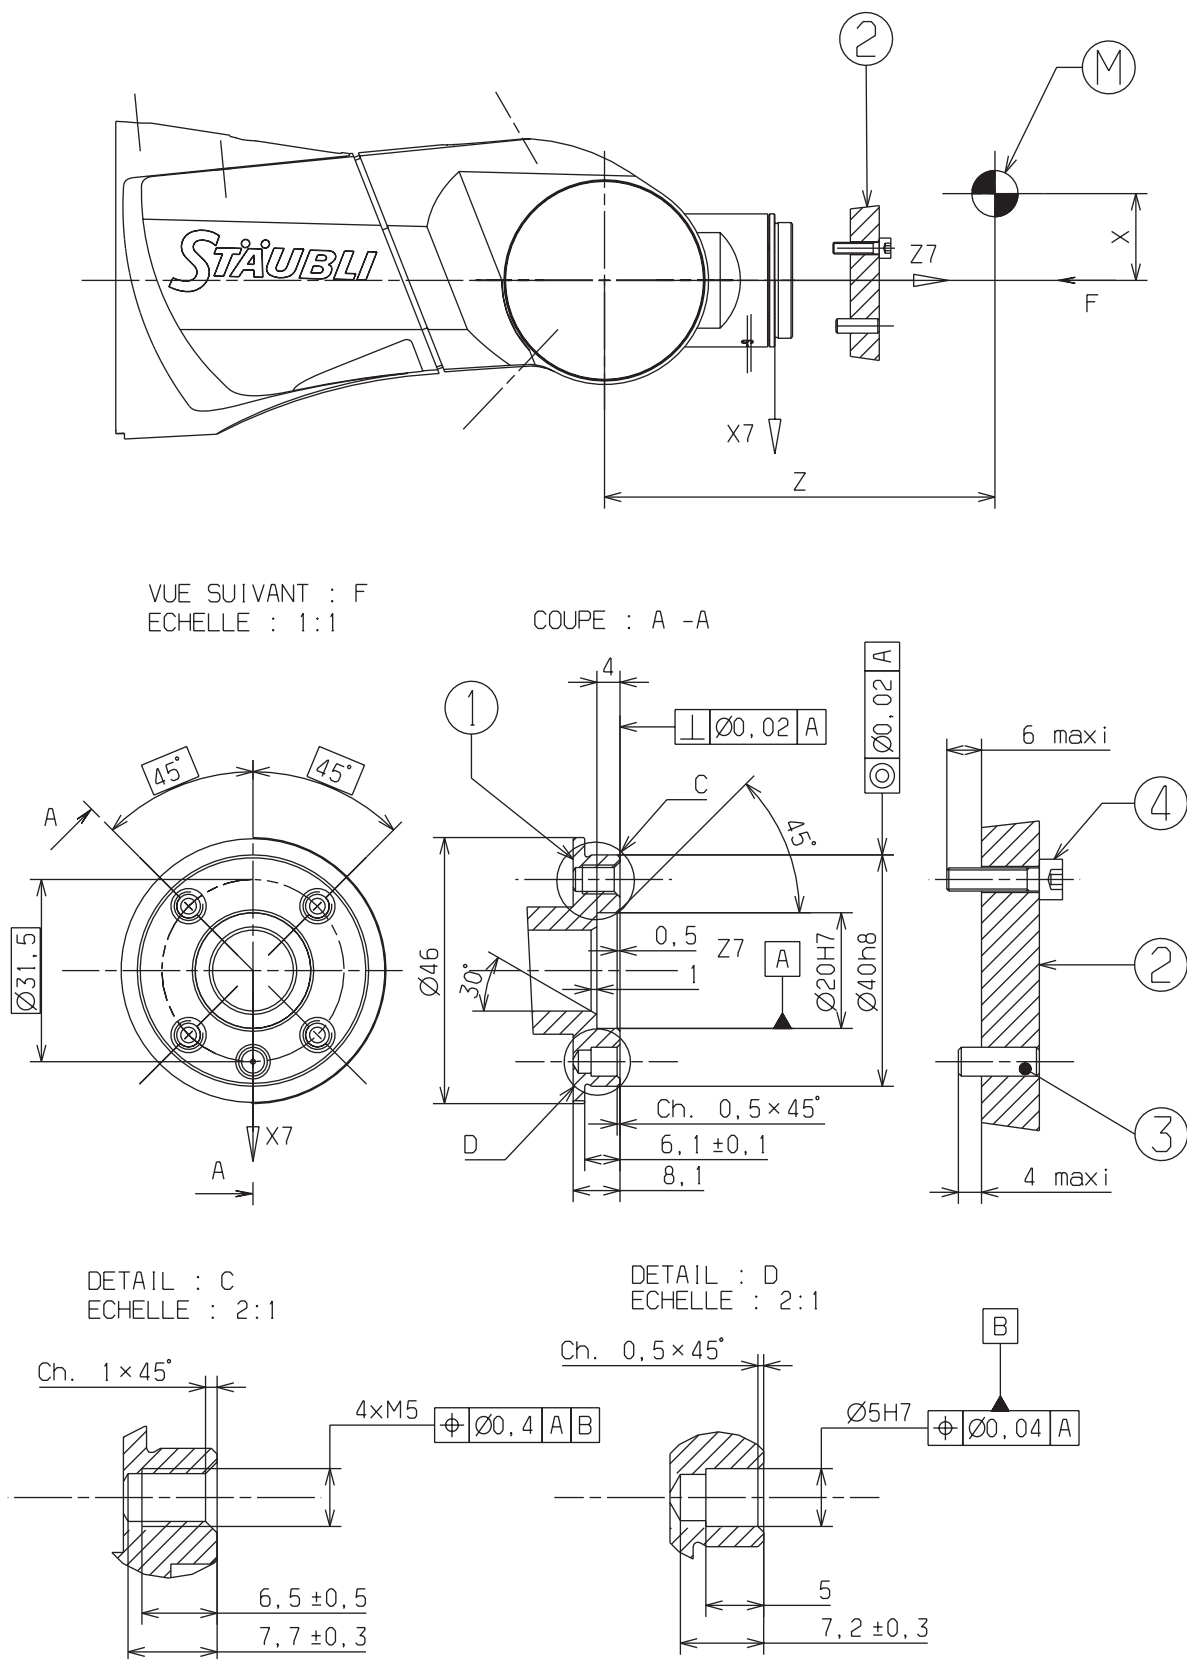

Figure 1.5
Voir **figure 1.5**.
La longueur des vis de fixation du terminal est limitée afin d'éviter toutes interférences avec le poignet (figure 1.5).
1.6.1. CHARGE TRANSPORTABLE (figure 1.5)